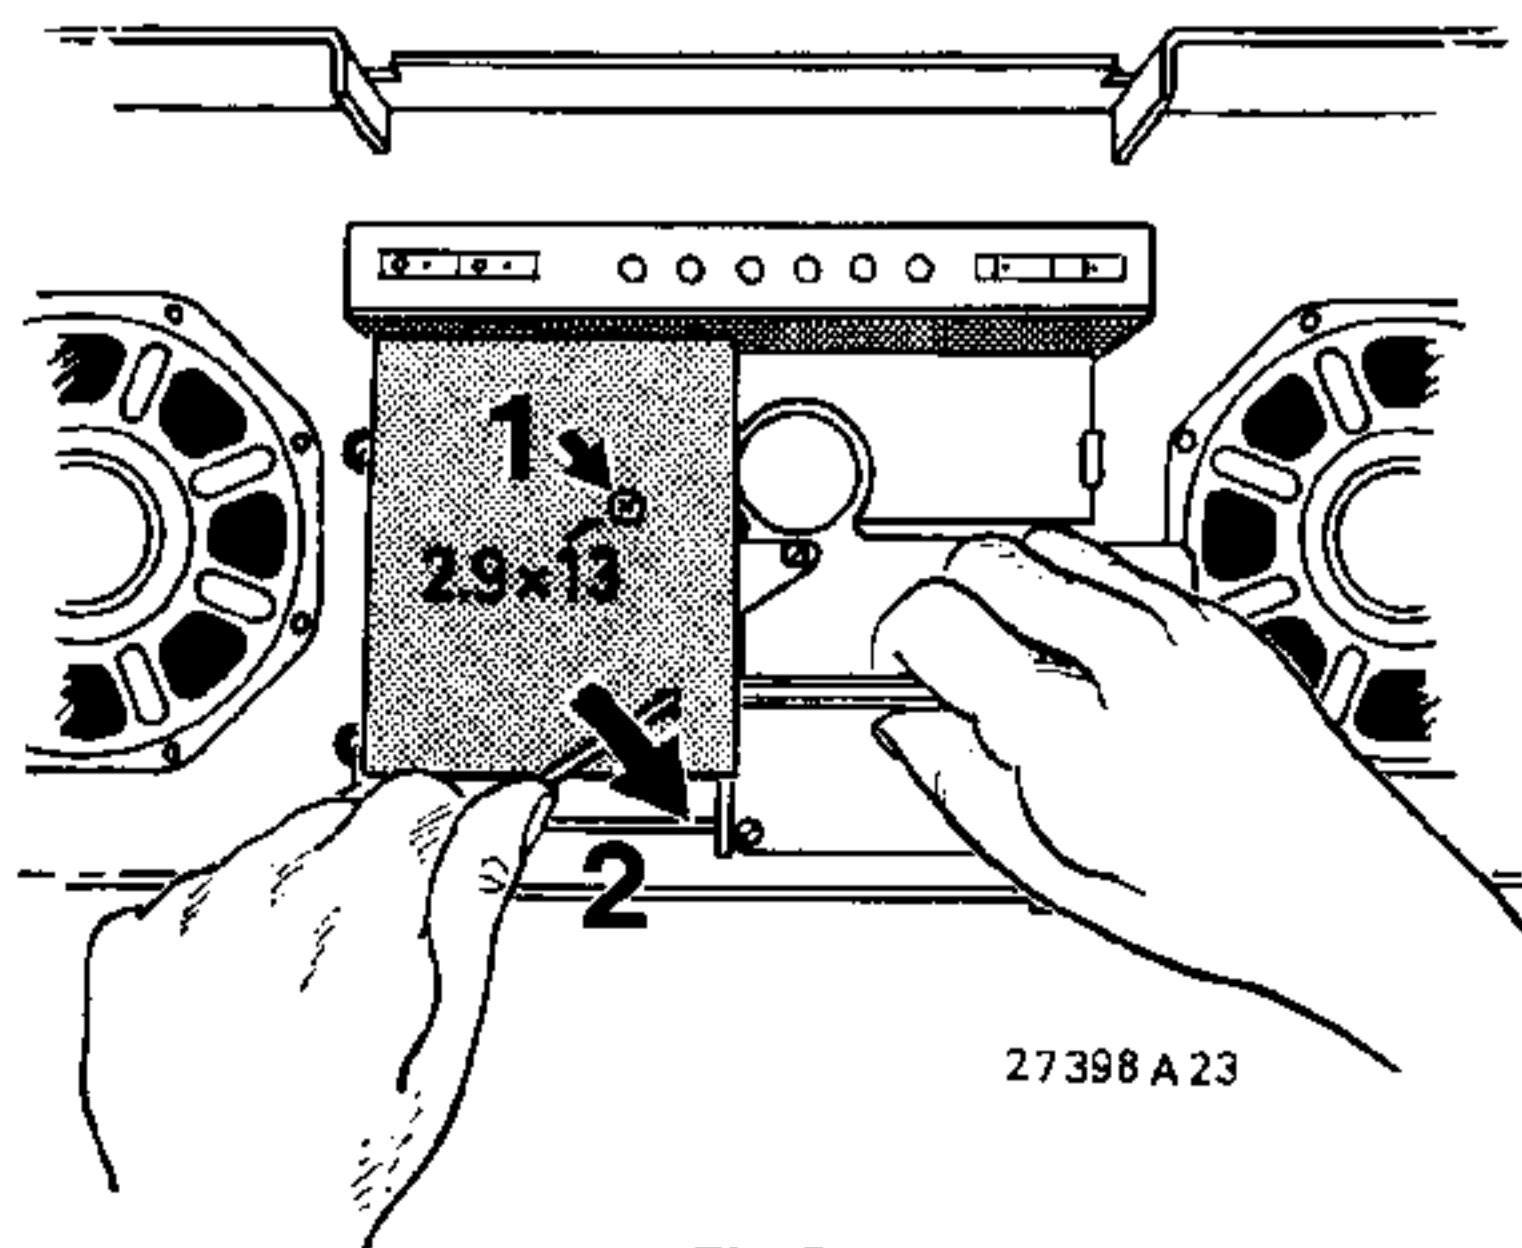

Fig. 2a
I. Platine magnétophone (fig. 2a, b)
I. Recorder-Printplatte (Bild 2a und b)
I. Circuito stampato del registratore (fig. 2a, b)